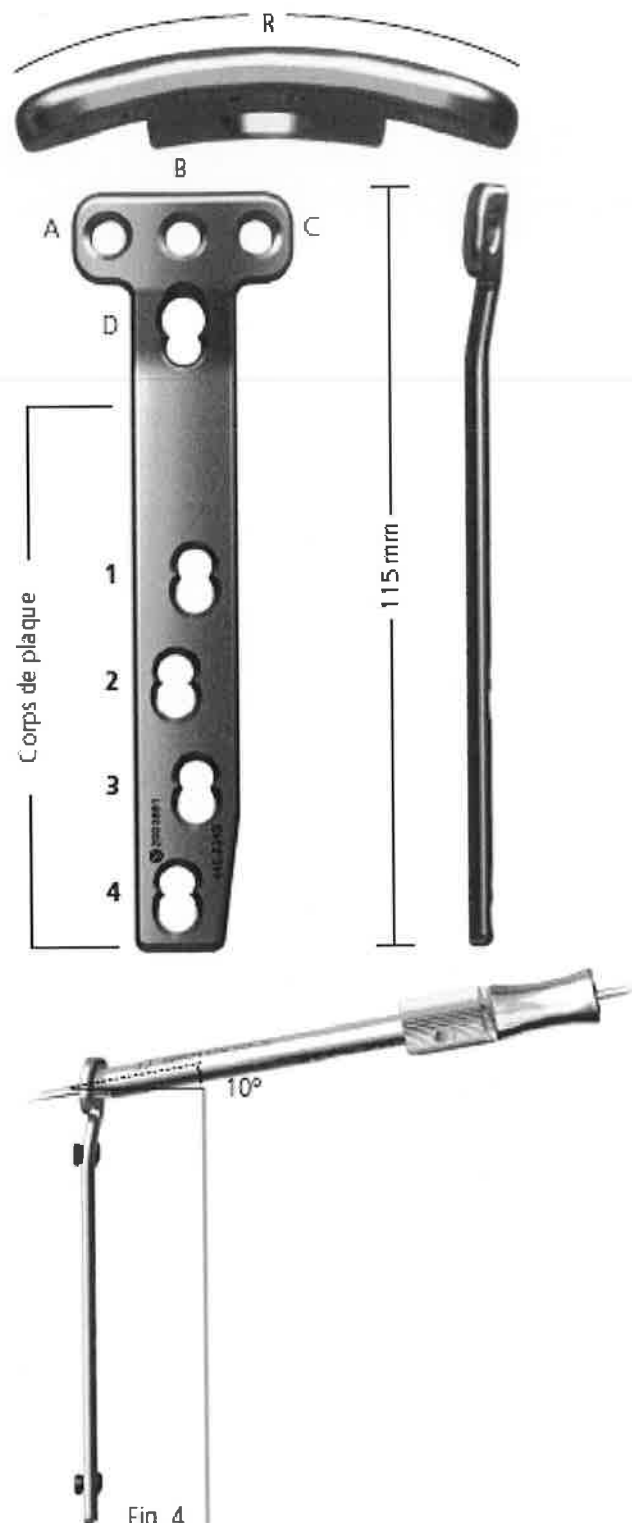

Fig. 4
Le design de la plaque TomoFix pour plateau tibial, médiale, proximale (440.834) est adapté à la configuration anatomique. Cela s'applique spécialement au rayon (R) de la barre proximale en T, ainsi qu'aux axes de vis inclinés de  $10^\circ$  (Fig. 4) par rapport au corps de la plaque pour les trous adjacents A, B et C. Le corps de la plaque est étroitement ajusté au tibia.